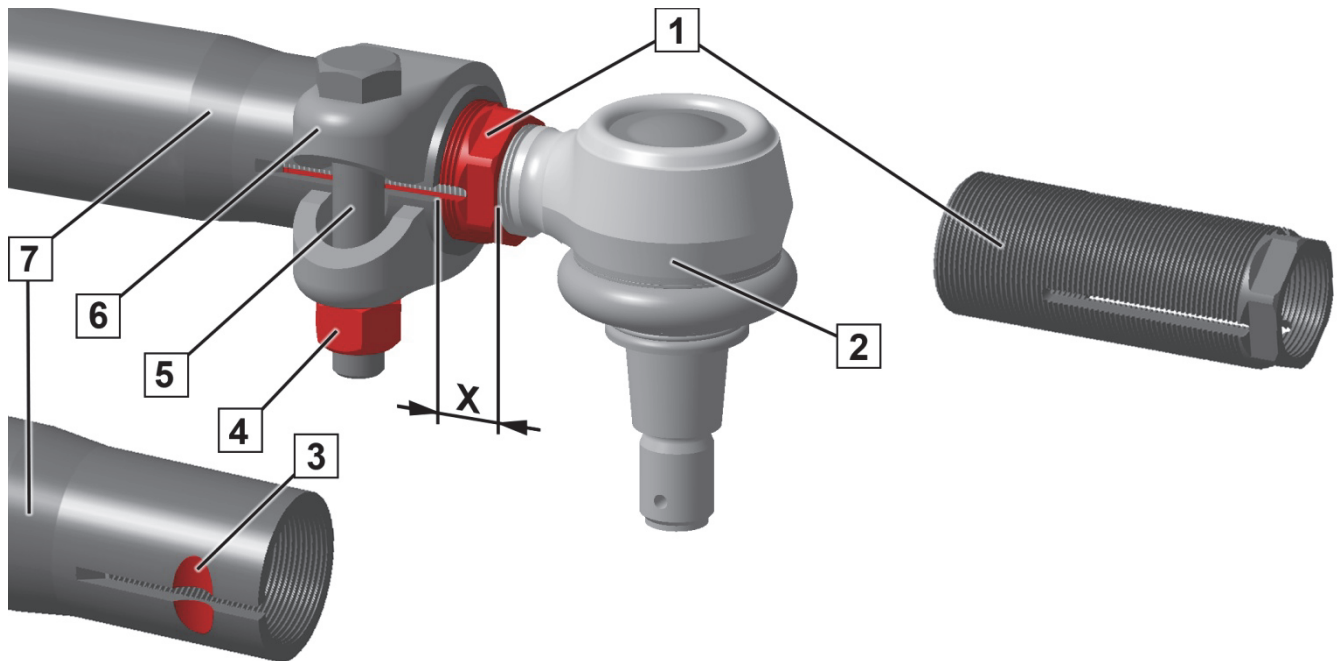

Fig. 1: sistema di regolazione di precisione
Una volta regolato l'accoppiamento, la bussola filettata (1) deve sporgere dal tubo (7) della misura X. Misura X (Fig. 1):